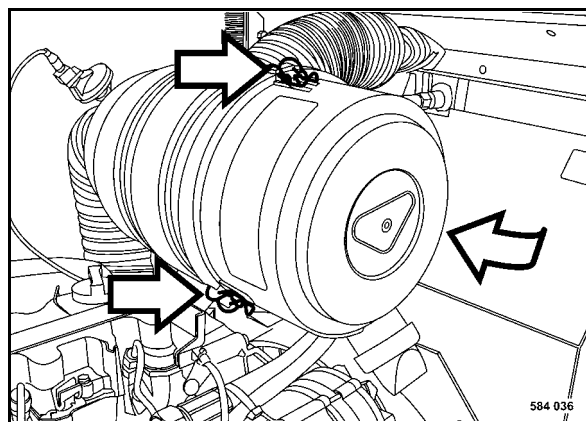

Fig. 152
- Soltar el gancho de resorte (Fig. 152) y retirar la cubierta del filtro.